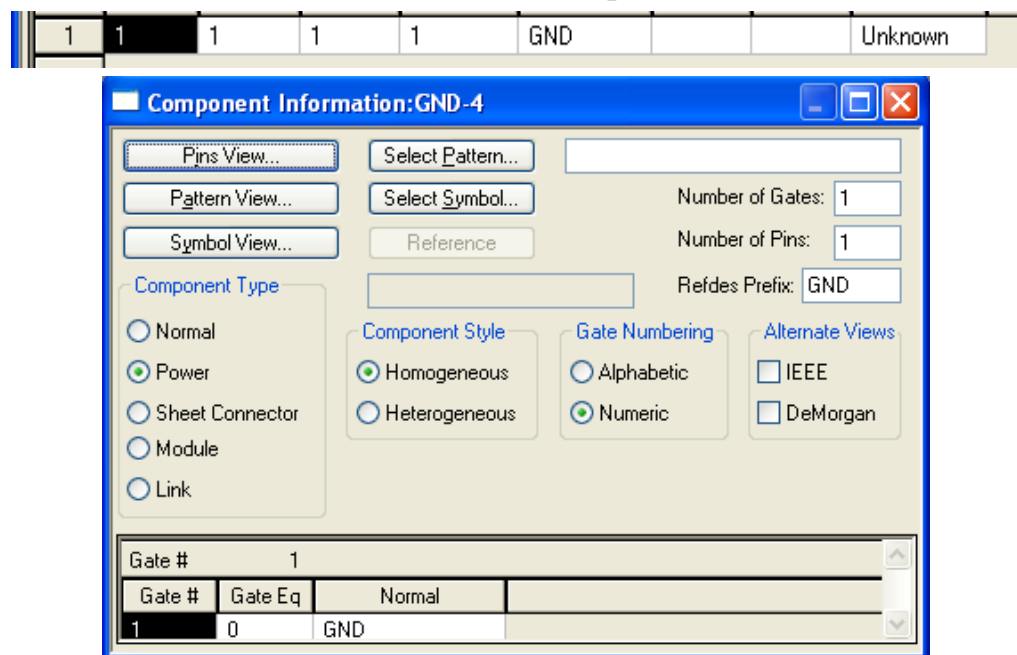

Рисунок 2.33 – Таблица параметров компонента «земля»
2. Корпус для «земли» не требуется. Необходимо правильно заполнить таблицу выводов компонента, в соответствии с рис. 2.33.